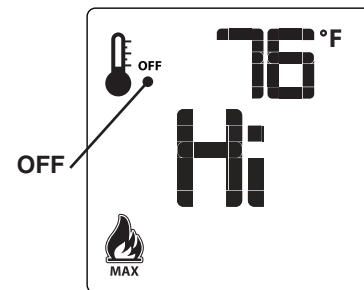

Fig. 46-3 Le mode manuel
- **Mode manuel (Fig. 46-3):** Dans ce mode, la température ambiante est ignorée et la cheminée peut être activé indéfiniment. L'élévation de la température ambiante n'a aucun effet sur ce mode. Toutes les autres fonctions (vitesse du ventilateur, la hauteur de flamme, brûleur secondaire ON/OFF, et la lumière de l'accent ON/OFF contrôles) seront contrôlables manuellement via la télécommande.